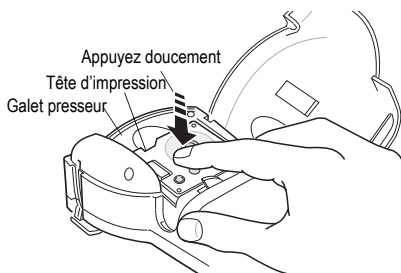

Figure 6
5. Insérez la cassette de façon à ce que la bande et le ruban soient placés entre la tête d'impression et le galet presseur. Voir Figure 6.